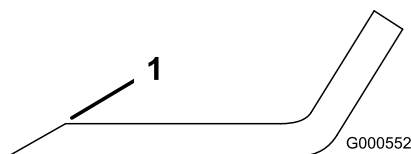

Figure 57
1. Au moyen d'une lime, aiguïsez les tranchants aux deux extrémités de la lame (Figure 57).
Remarque: Si la lame est déséquilibrée, limez un peu l'extrémité de l'ailette seulement (Figure 57).